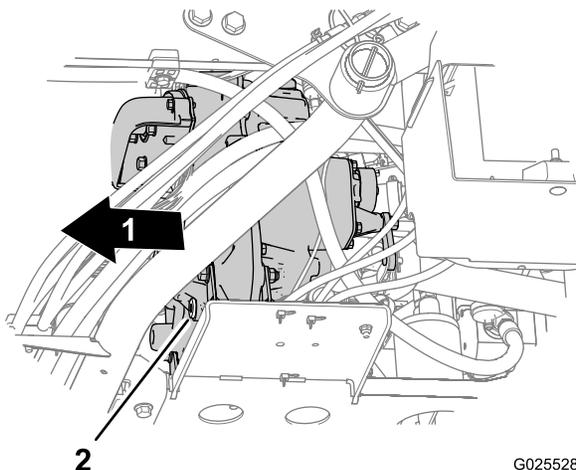

Figure 69
4. Placez un bac de vidange sous le bouchon de vidange (Figure 69).
5. Retirez le bouchon de vidange de l'orifice de vidange en le tournant dans le sens antihoraire ; enlevez-le ensuite de la transmission (Figure 69).
6. Remettez le bouchon de vidange (Figure 69).